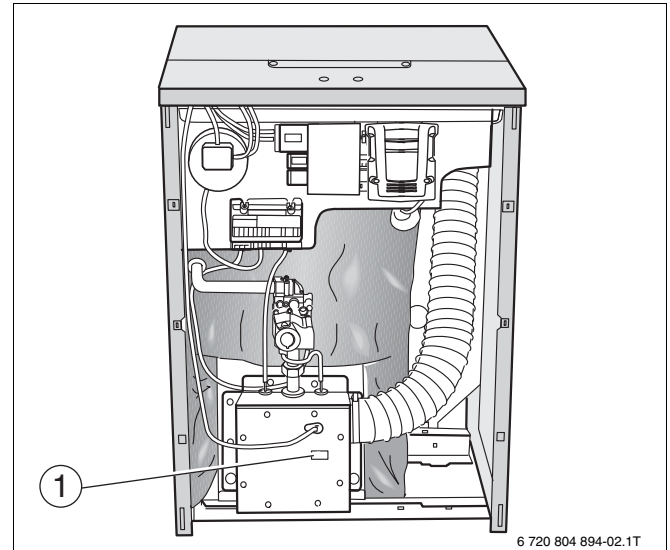
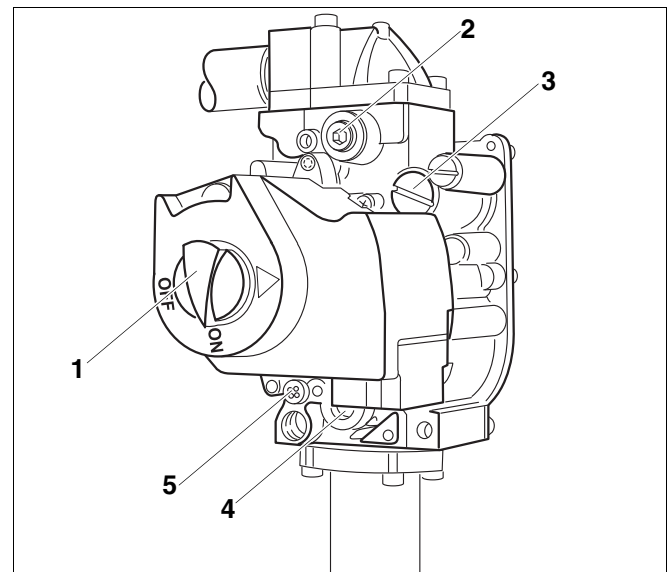

Fig. 8 Vue de face
Fig. 9 Bloc gaz
11. Vérifier la pression de l'injecteur. La pression aux injecteurs doit être réglée selon les valeurs indiquées dans le → tabl. 3. Pour régler la pression aux injecteurs, il faut retirer la vis de protection correspondante (→ fig. 9) sur le bloc gaz. Tourner la vis de réglage dans le sens des aiguilles d'une montre pour augmenter la pression aux injecteurs, et dans le sens inverse pour la diminuer. Ce réglage doit être effectué pendant que la chaudière tourne.
12. Noter la valeur réglée dans le protocole de mise en service de la notice de montage et d'entretien puis revisser la vis de protection (→ fig. 9, page 11) sur le bloc gaz.
13. Observer la flamme d'allumage par le regard (→ fig. 8, page 11) sur le boîtier du brûleur.
La vis de réglage est située derrière la vis de protection pour le réglage de la pression aux injecteurs d'allumage (→ fig. 9, page 11).
16. Retirer la vis de protection pour le réglage de pression aux injecteurs d'allumage (→ fig. 9, page 11). Tourner la vis de réglage interne dans le sens des aiguilles d'une montre pour diminuer la flamme d'allumage, ou en sens inverse pour l'agrandir.
17. Après avoir réglé la vis de protection (→ fig. 9, page 11) resserrer à nouveau de manière suffisante.
18. Observer la flamme du brûleur principal par le regard (→ fig. 8, page 11) sur le boîtier du brûleur. La flamme doit être calme, ses contours nets et sa couleur généralement bleutée. Si la flamme du brûleur principal répond aux conditions requises, poursuivre avec l'étape 21. Si la flamme du brûleur principal est faible ou jaune ou s'éteint, tourner le bouton de mise en marche (→ fig. 9, page 11) du bloc gaz dans le sens des aiguilles d'une montre sur « OFF ». Fermer le robinet principal du gaz et couper l'installation de chauffage de l'alimentation électrique, puis contacter le technicien SAV ou le fournisseur de gaz.